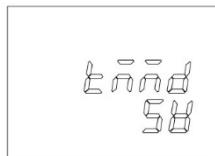

Рисунок 16
- 8.9.2. Нажать кнопку «РЕЖИМ», на дисплее отобразится выбранный параметр (в данном случае, режим автонастройки At). Вращая ручку энкодера по часовой стрелке выбрать параметр $t\text{MMd}$ (Рисунок 16). Нажать на ручку энкодера, при этом замигает установленное значение. Вращая ручку энкодера установить необходимое значение ($S\forall$ или $P\forall$) и снова нажать на ручку энкодера, затем снова нажать кнопку «РЕЖИМ». Контроллер вернётся в исходный режим.